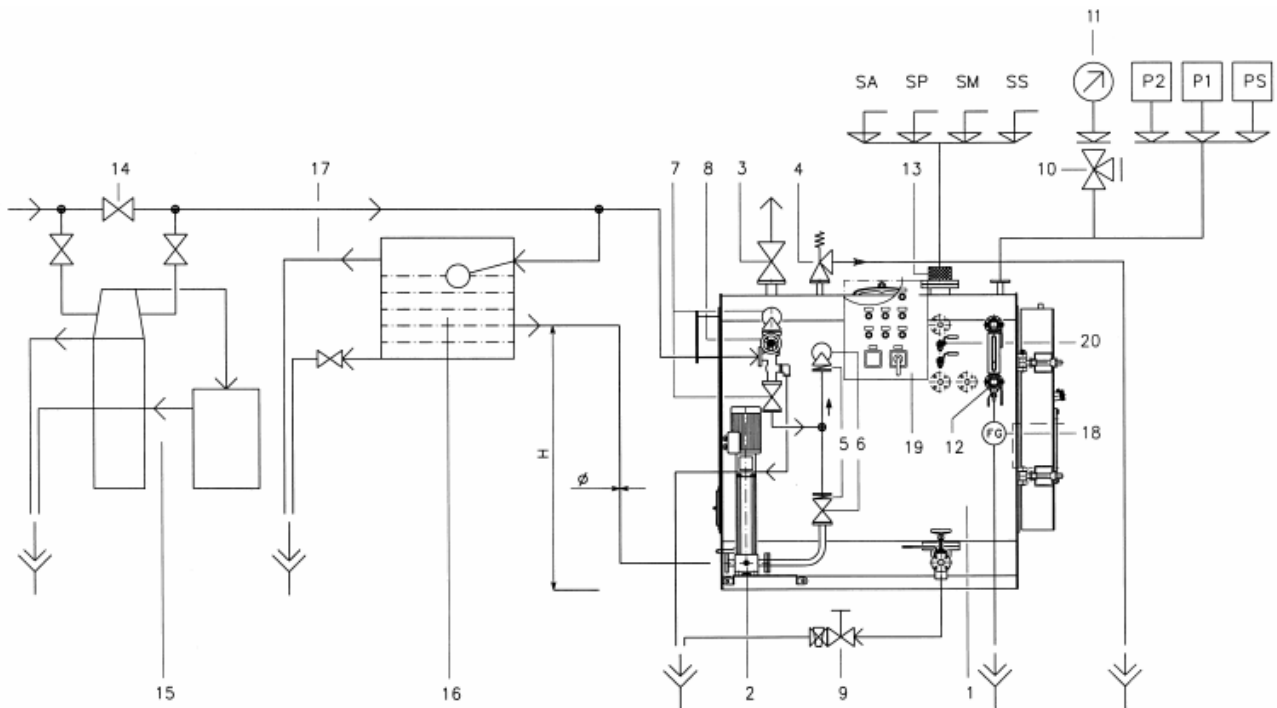

Fig. 5
- închiderea robinetului de golire a cazanului (fig. 5 poz. 9)
- închiderea robinetului de golire a rezervorului de condensat (fig. 5 poz. 16)
- închiderea robinetului de eșapare abur (fig. 5 poz. 3)
- închiderea robinetelor de purjare ale indicatoarelor de nivel (fig. 5 poz. 12)
- închiderea robinetelor de verificare a nivelului (fig. 5 poz. 20)
- deschideți cele două robinete de alimentare a cazanului (dintre pompa de alimentare și corpul cazanului) (fig. 5 poz. 6)
- deschideți robinetul cu trei căi al manometrului (fig. 5 poz. 10)
## Rezervor CONDENS (fig. 5 - poz. 16)
### ELECTROPOMPA DE ALIMENTARE (fig. 5 - poz. 2)
Ca date orientative se acceptă condițiile: ( $\varnothing$  și H ref. fig. 5).